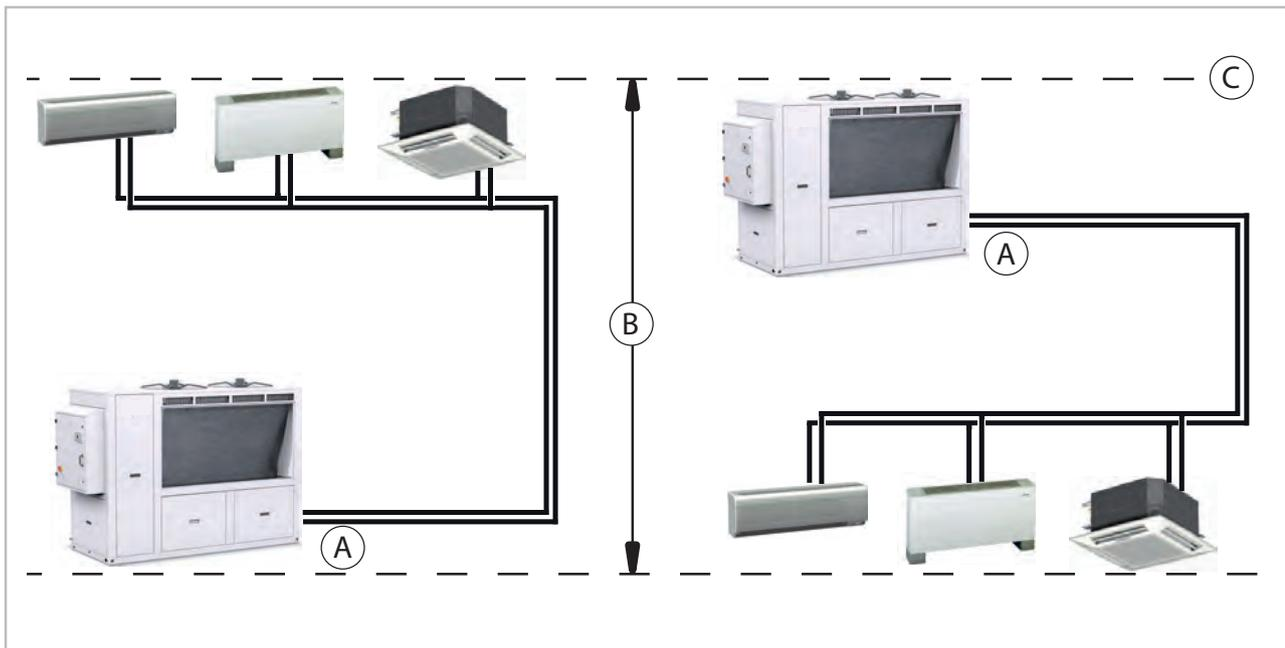

Abb. 15: Gerätevordruck
- Wird das Gerät am **höchsten** Punkt in der Anlage positioniert, ist der Gerätevordruck (=Stillstandsdruck) auf **min. 70 kPa (0,7 bar)** einzustellen. Bitte beachten Sie, dass der Anlagendruck am niedrigsten Punkt durch die geodetische Anlagenhöhe **vergrößert** wird! (siehe Abb. 15)